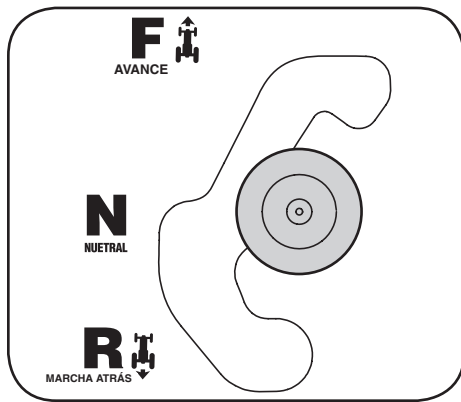

Figura 3-2
La palanca de cambios está ubicada del lado izquierdo del guardabarros y tiene tres posiciones, AVANCE (F), NEUTRAL (N) y MARCHA ATRÁS (R). El pedal de freno debe estar presionado y el tractor no debe estar en movimiento cuando mueva la palanca de cambios. Consulte la Figura 3-2.